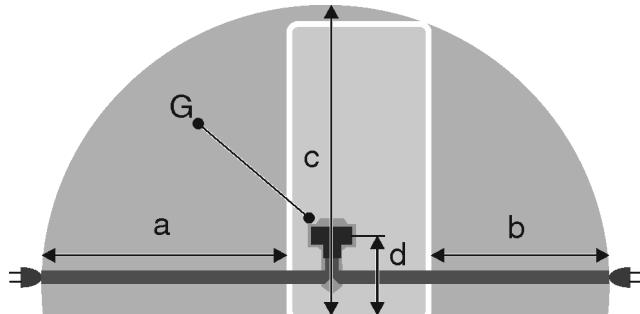

Fig. 48
- Розетка знаходитьться за межами зони задньої стінки пристрою у заданому діапазоні Fig. 48 (a, b, c).
- Штекер пристрою Fig. 48 (G) вставити на задній стінці пристрою. Слід звернути увагу на належну фіксацію.